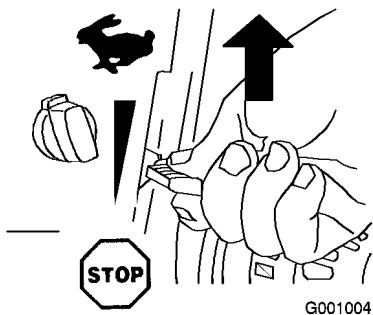

Figura 25
2. Mettete l'acceleratore in posizione Fast (Figura 25).